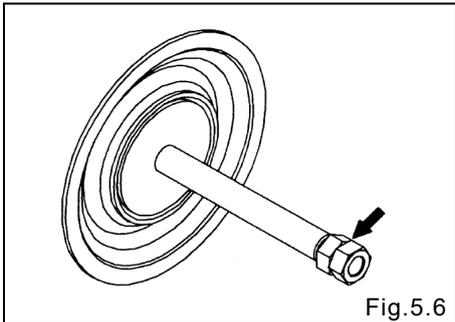

Fig.5.6
- Para quitar el otro diafragma, coloque dos tuercas en el extremo libre, para poder girar y extraer del pistón, el diafragma, el disco central y el cojinete. [Fig.5.6].